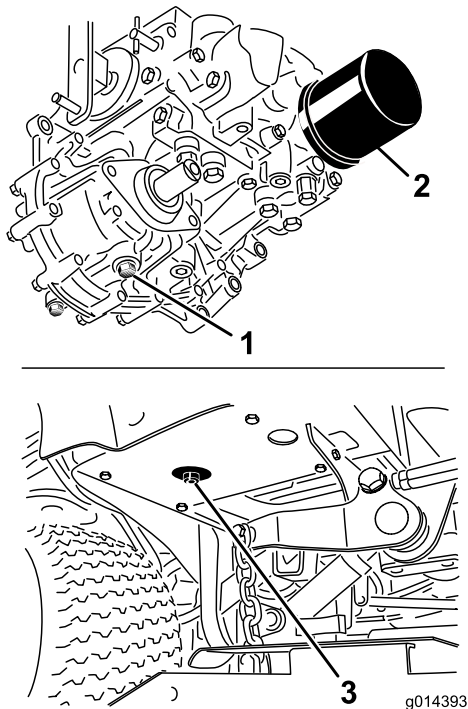

Figura 51
3. Coloque un recipiente grande debajo del depósito de fluido hidráulico y el alojamiento de la transmisión y retire los tapones; deje que se vacíe todo el fluido hidráulico (Figura 51).
4. Limpie la zona alrededor del filtro de fluido hidráulico y retire el filtro (Figura 51).